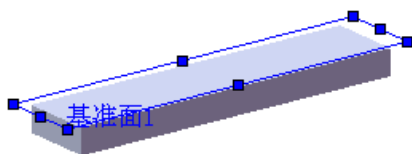
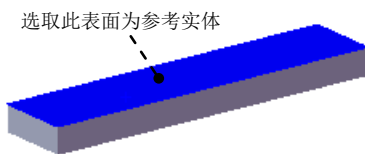
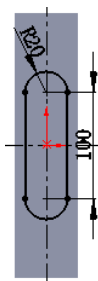

图 17.10.27 创建基准面 1
图 17.10.28 定义参考实体
图 17.10.29 草图 1
Step3. 创建图 17.10.27 所示的基准面 1。
(1) 选择下拉菜单 **插入(I)** → **参考几何体(R)** → **基准面(P)...** 命令, 系统弹出“基准面”对话框。
(2) 定义基准面的参考实体。选取图 17.10.28 所示模型表面为所要创建的基准面的参
Step4. 绘制图 17.10.29 所示的草图 1。草图平面为图 17.10.28 所示的模型表面。